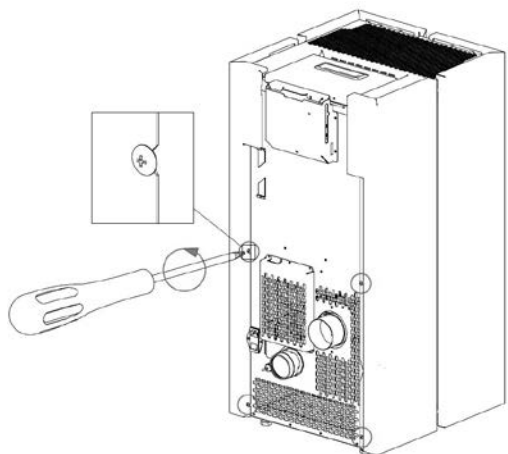

Fig. 57 - Retirer les vis
- Dévisser les 4 vis arrière (voir **Fig. 57**).